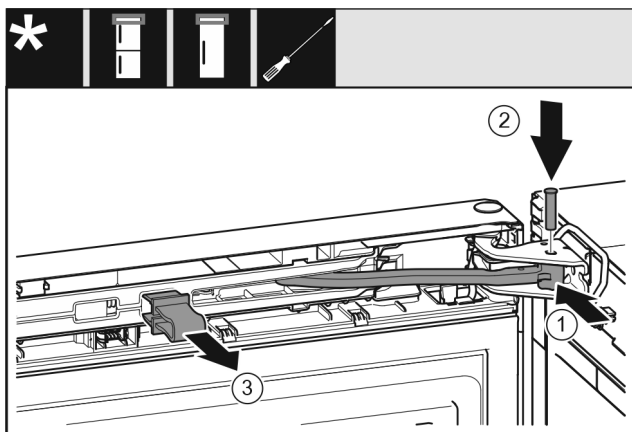

Fig. 24
- ▶ 将铰链 Fig. 24 (1) 转入托架。
- ▶ 将螺栓 Fig. 24 (2) 插入托架和铰链。同时注意止动凸轮需正确地处于凹槽中。
- ▶ 取下保险装置 Fig. 24 (3)。